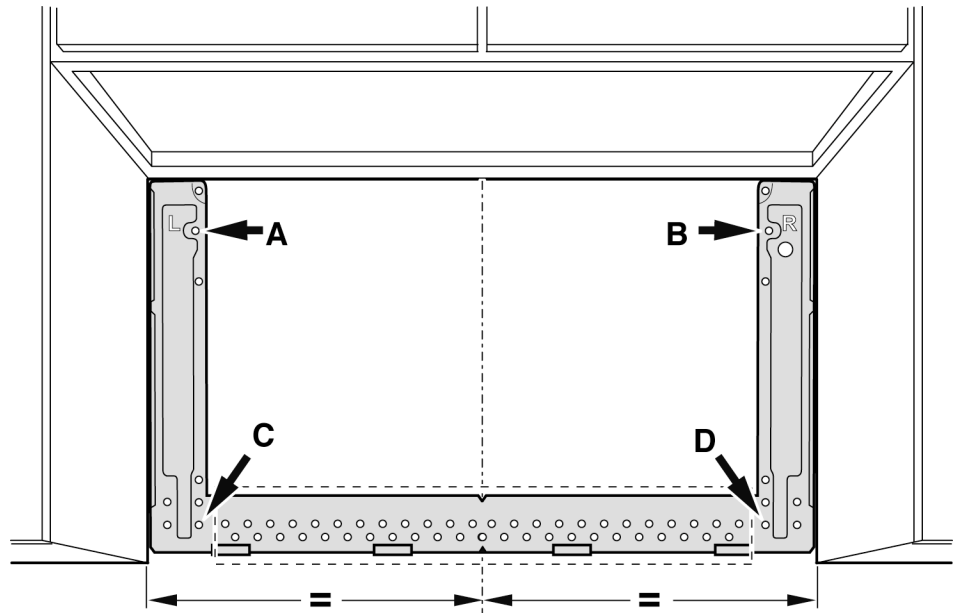

Figura 1 - Gabinete inferior empotrado plano o con marco
2. Use la placa de montaje como **plantilla**, colóquela en la pared y asegúrese de que las lengüetas toquen la base del gabinete (Figura 1) o la línea de nivel (Figura 2).